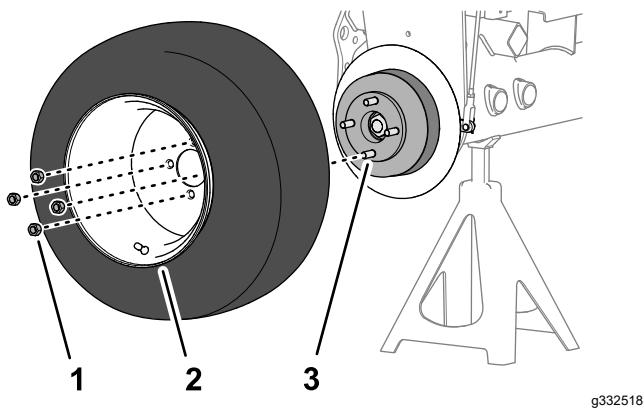

図 76
1. 前輪をハブに固定しているラグナット4 個を外して前輪を取り外す 図 76。